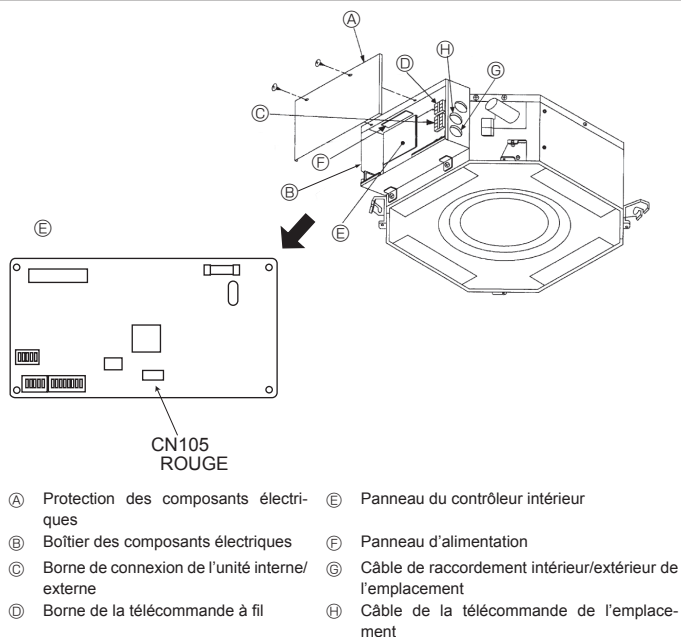

Fig. 6-1
6.1. Appareil intérieure (Fig. 6-1)